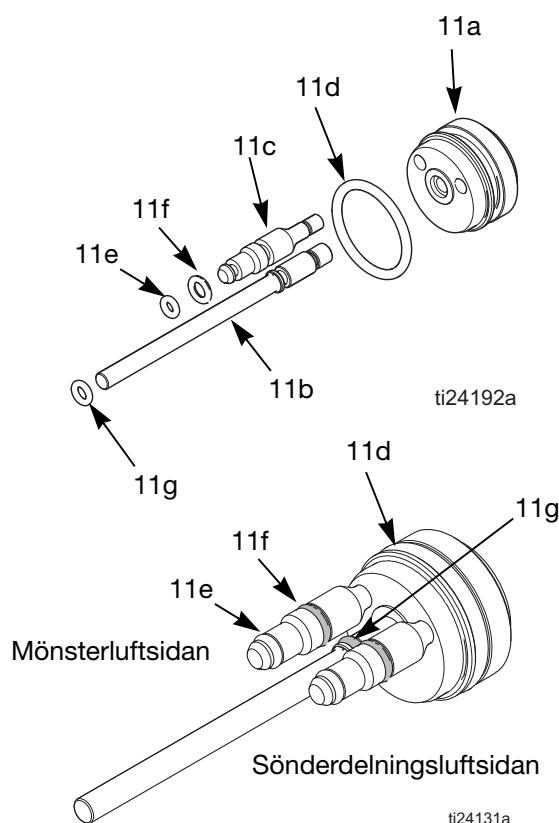

BILD 24. Kolv-o-ringar
4. Ta bort kolvlocket (13) från bakänden på pistolen.
5. Tryck på kolvstången (11) så att kolven trycks ur bakänden på pistolen.
6. Kontrollera o-ringarna (11d, 11e, 11f, 11g) och se om de är skadade. Se Tabell 3 och BILD 24.
9. Montera fjäder (12) och kolvlock (13).